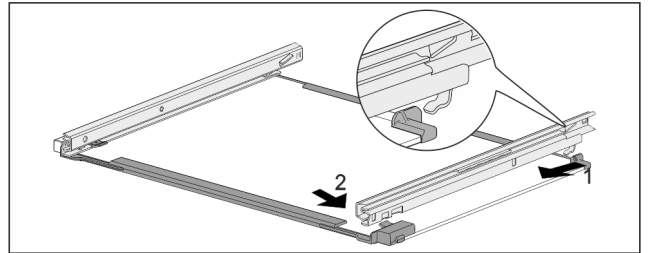

Fig. 134 Siinidega klaasplaat
- ▶ Riputage siin taga külge. Fig. 134 (1)
- ▶ Riputage siin ees külge. Fig. 134 (2)